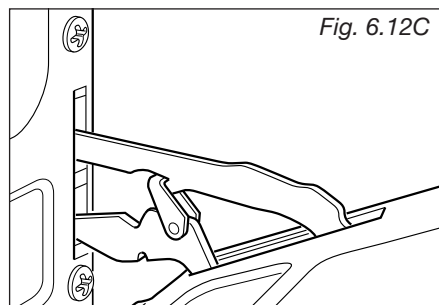

Fig. 6.12C
- En entrouvrant doucement la porte, décrocher et extraire la broche inférieure des charnières de leur emplacement (fig. 6.12C).